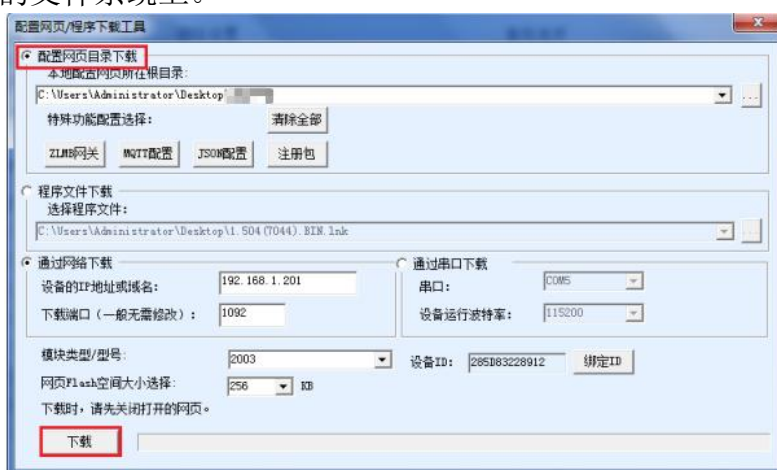

图 59 ZLAN5418H web 升级方法
- 6 Web 配置界面更新：固件升级后模块内部的配置网页也需要更新，否则无法再通过 Web 配置，但是不影响通讯。无需 web 配置的也可以不下载网页。下载 Web 的方法是：如图 59 所示，将“程序文件”下载模式改为“网页目录下载”。并且选择本地网页所在根目录为需要下载的网页文件所在目录（该目录可以从卓岚获得），点击下载，将本地网页目录下的所有文件下载到设备内部的文件系统上。